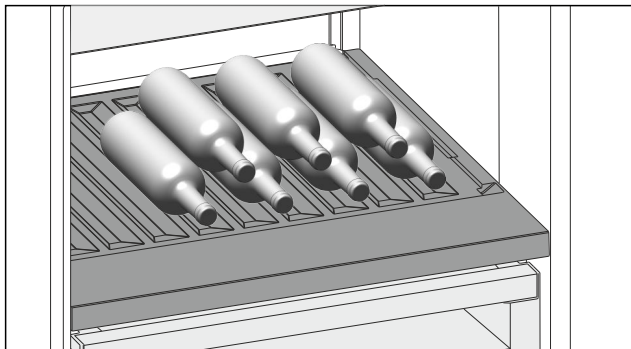

Fig. 125
- Помістіть пляшки дном у напрямку до задньої стінки. (див. Fig. 125)